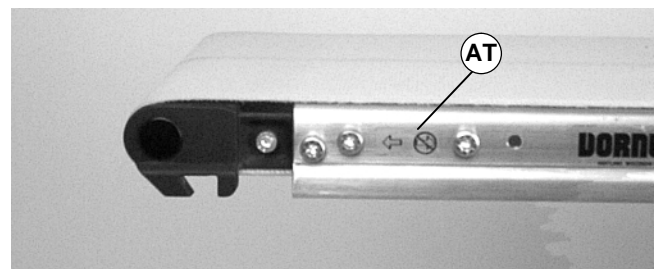
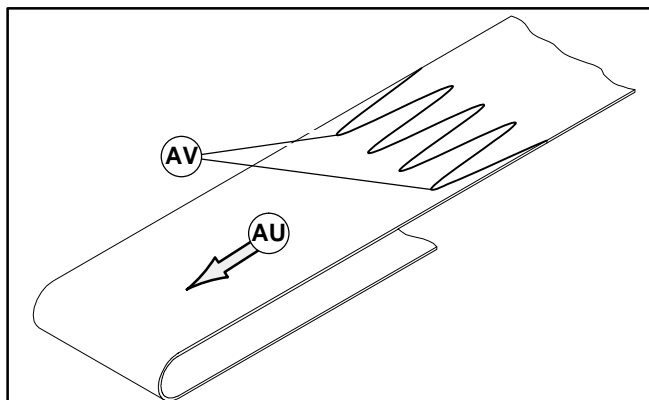

Abbildung 30
Abbildung 32
WICHTIG: Bei einem Förderer mit Mittenantrieb wird die Laufrichtung des Gurtes durch eine Pfeilmarkierung an der Seite des Förderers identifiziert (AT siehe Abbildung 30 u. 31).
1. Das Förderband so ausrichten, daß die Spitzen der Gurtspleißung (AV siehe Abbildung 32) laut Angaben auf dem Etikett (AU) in die Laufrichtung des Gurtes weisen (AT siehe Abbildung 30).